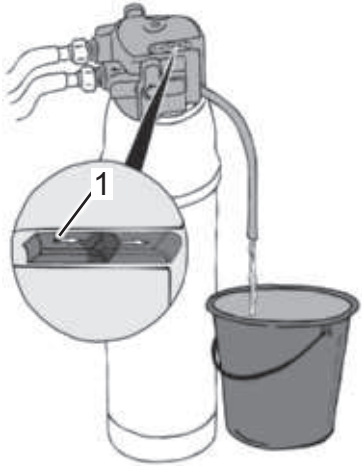

Abb. 24
4. Schieben Sie den Entlüftungsschieber in die angezeigte Pfeilrichtung (Abb. 24/1).